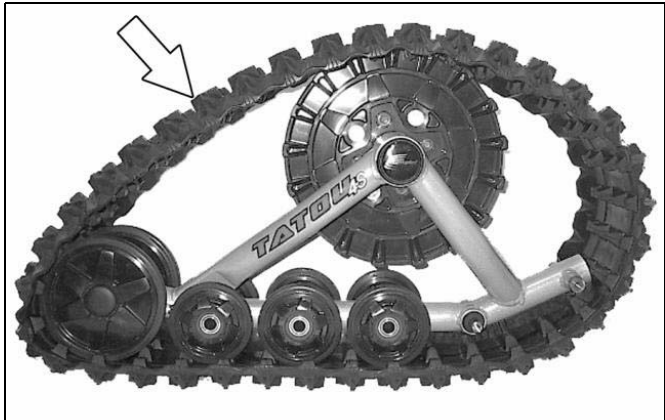

Figure 17
- Installer la chenille de caoutchouc (voir la Figure 17).